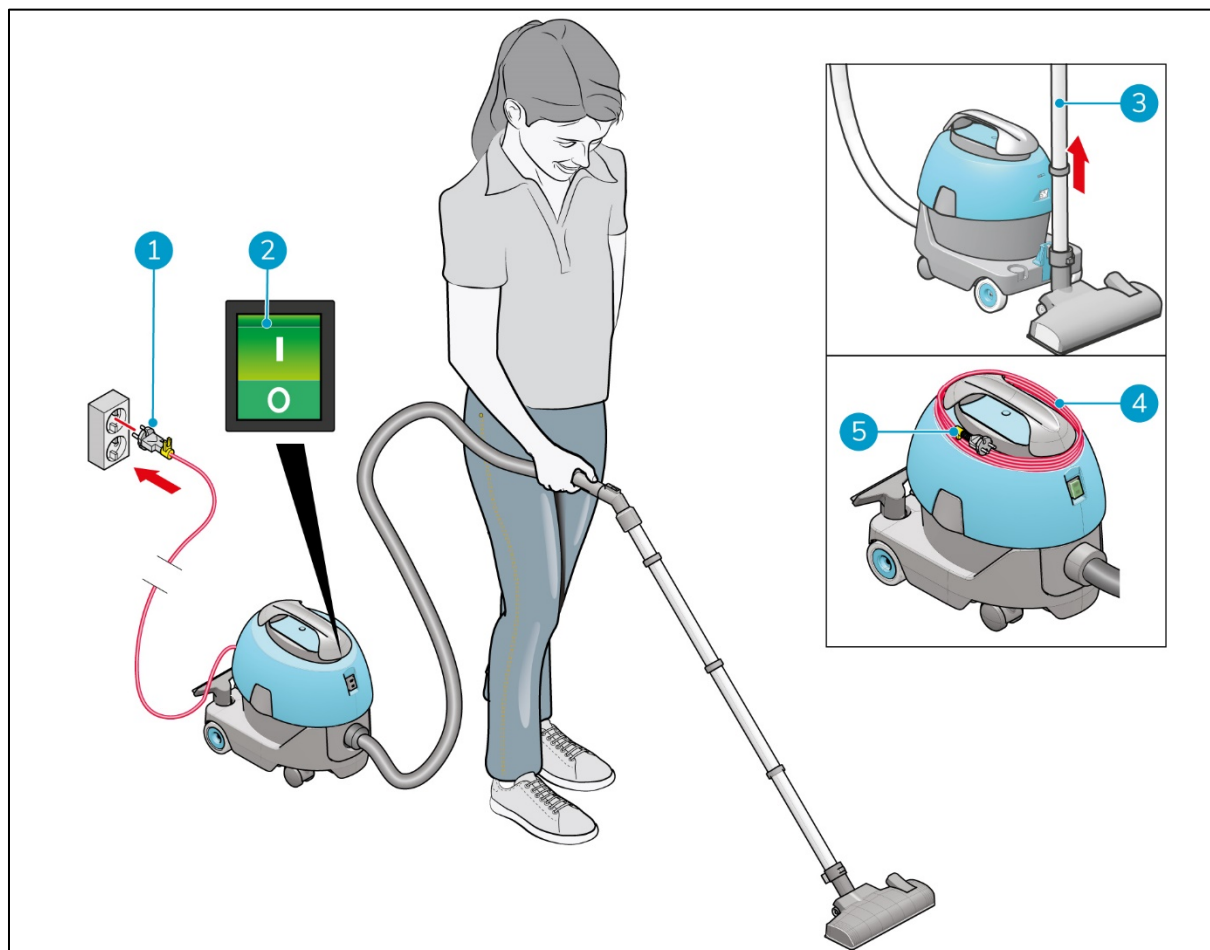

Figura 17
1. Inserire il cavo di alimentazione principale nella presa a muro (Figura 17, pos 1).
2. Premere l'interruttore ON/OFF (Figura 17, pos 2) per avviare l'i-vac® 5. La luce verde nell'interruttore ON/OFF si spegne.
3. Prendi l'asta dal supporto (Figura 17, pos 3).
1. Premere l'interruttore ON/OFF (Figura 17, pos 2) per spegnere l'i-vac 5.
2. Scollegare il cavo di alimentazione principale dalla presa a muro. (Figura 17, pos 1).
3. Avvolgere il cavo di alimentazione principale attorno alla parte superiore dell'i-vac 5 (Figura 17, pos 4).
4. Posizionare la fascetta gialla (Figura 17, pos 5) sul cavo.
5. Riposizionare l'asta nel supporto (Figura 17, pos 3).